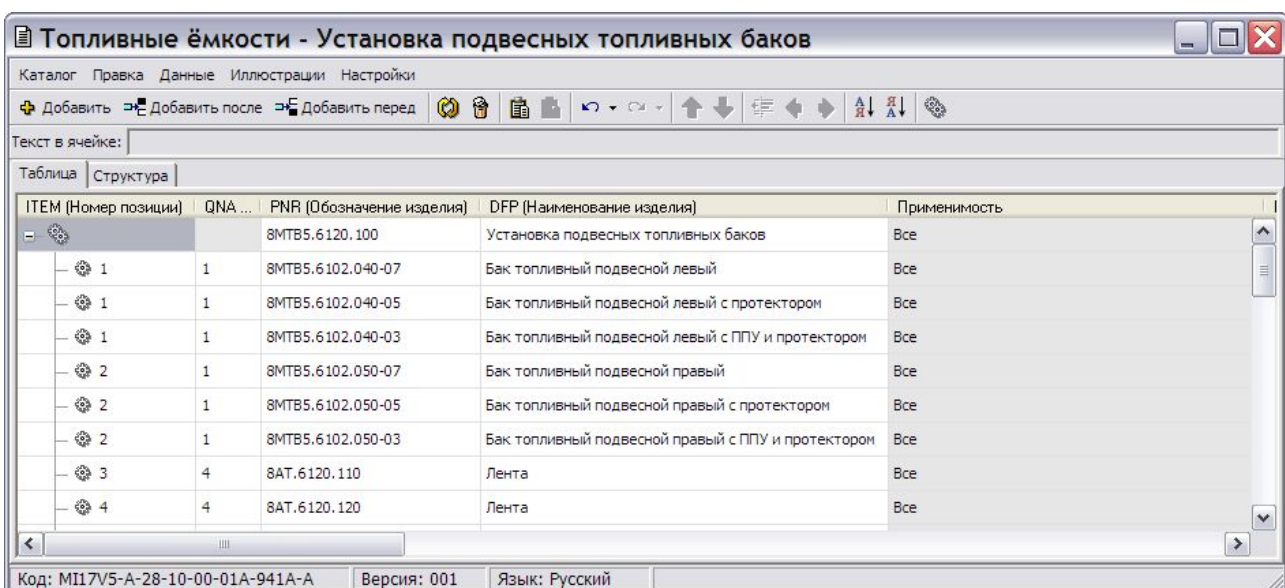

Рис. 10.26
3. Выделите версию модуля данных и нажмите на кнопку . При этом откроется окно редактора электронных каталогов (Рис. 10.26).